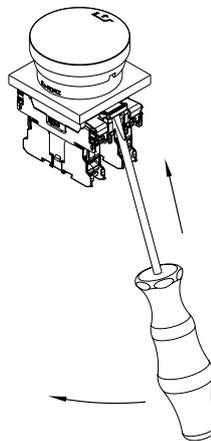

Fig. 11
1. Démontage du support de contact (Fig. 11): insérez le tournevis dans le maintien de la bride de montage. Remuez le tournevis doucement pour pousser le maintien vers l'extérieur. Ainsi, le support de contact est détaché de l'embase de fixation. Répétez la procédure sur le côté opposé.